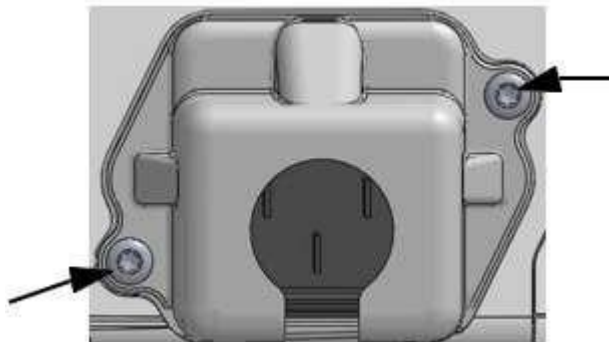

Figura 1
1. Si la cubierta de entrada de alimentación ya está instalada, retire los dos tornillos (figura 1) que fijan la cubierta de entrada de alimentación al panel posterior del monitor.